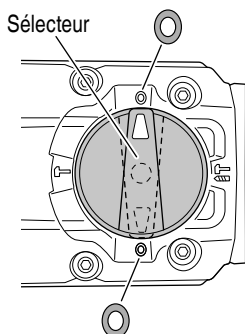

Fig. 14
- (2) Fixer la position de travail d'outils tels que ciseau à froid, etc.
- (a) Tournez le levier du sélecteur. Alignez ▲ du levier du sélecteur et  du couvercle de la manivelle comme illustré à la Fig. 14.